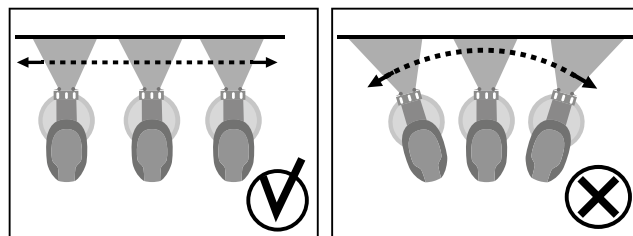

Рис. 4
1. Установите распылитель на расстоянии 25-30 см от окрашиваемой поверхности. Включите изделие, сначала нажав кнопку включения компрессора (3), затем курок выключателя (7).
Примечание! Расхода материала определяется регулятором (8). Равномерно ведите изделие вдоль окрашиваемой поверхности, держа распылитель перпендикулярно ей. В процессе работы не отклоняйте изделие от перпендикулярного положения (Рис. 4).